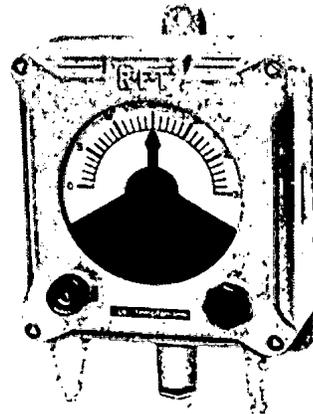

Bild 3
3. 1 bis 6 Empfänger, je nach Bedarf (Bild 3)